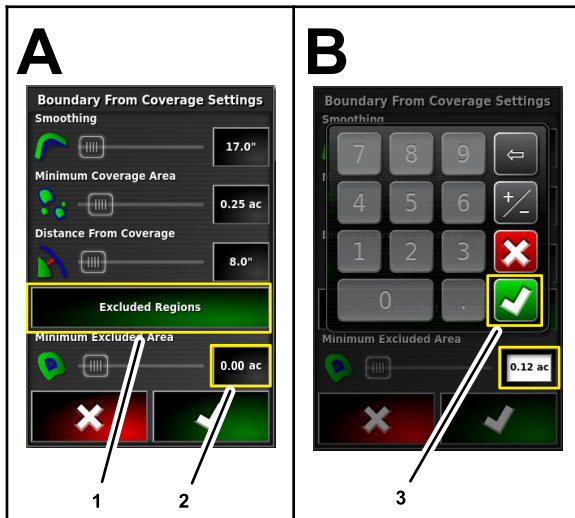

Bild 54
- Tippen Sie auf das Symbol Ausgenommene Regionen (Bild 54), um Grenzen für Überdeckungsbereiche zu erstellen, die nicht besprüht werden sollen.
- Tippen Sie auf das Zahlen-Symbol für die Einstellung des minimal ausgeschlossenen Bereichs (Bild 54). Geben Sie den Wert über die Bildschirmtastatur ein und tippen Sie auf das Bestätigen-Symbol.